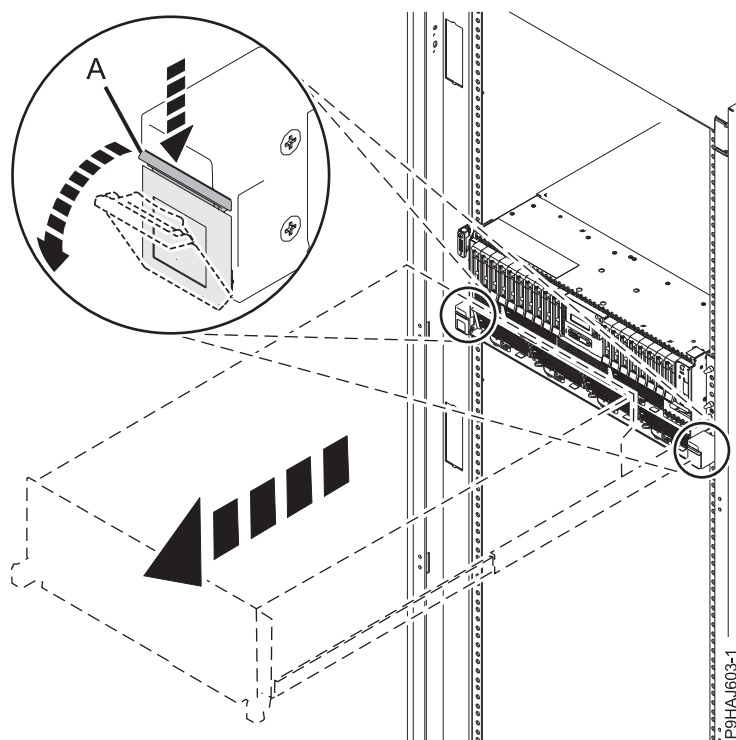

Abbildung 67. Seitliche Verriegelungen entriegeln
2. Wenn Sie die Systemeinheit bei einem Einschubsystem vollständig in die Serviceposition bringen möchten, öffnen Sie die seitlichen Verriegelungen (**A**) und ziehen Sie so lange daran, bis die Verriegelungen einrasten und das System fest an seiner Position sitzt. Stellen Sie sicher, dass die Schrauben in den Verriegelungen nicht am Rack befestigt sind. Siehe Abb. 67 auf Seite 89.